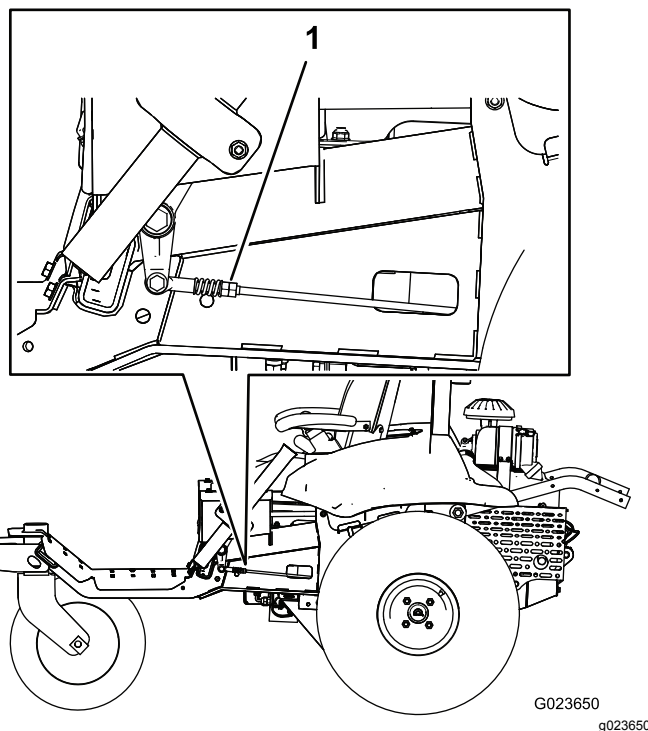

図 61
7. 機体の左右どちらかの側の、リンクについているダブルナットをゆっくりと回転させる **図 61**。その側の車輪が回転を始めたら、こんどは車輪が逆方向に回転を始めるまでダブルナットを反対方向にゆっくりと回す。